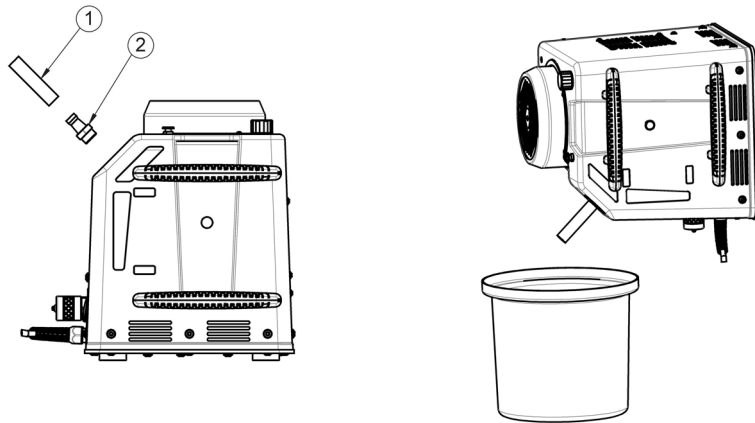

Fig. 6 : remplacement de l'huile
- Enlever la vis d'obturation et visser le bec verseur fileté 1/2" (fig. 6, 2) avec le tuyau en silicone (fig. 6, 1) dans l'ouverture du réservoir (joint à la livraison).